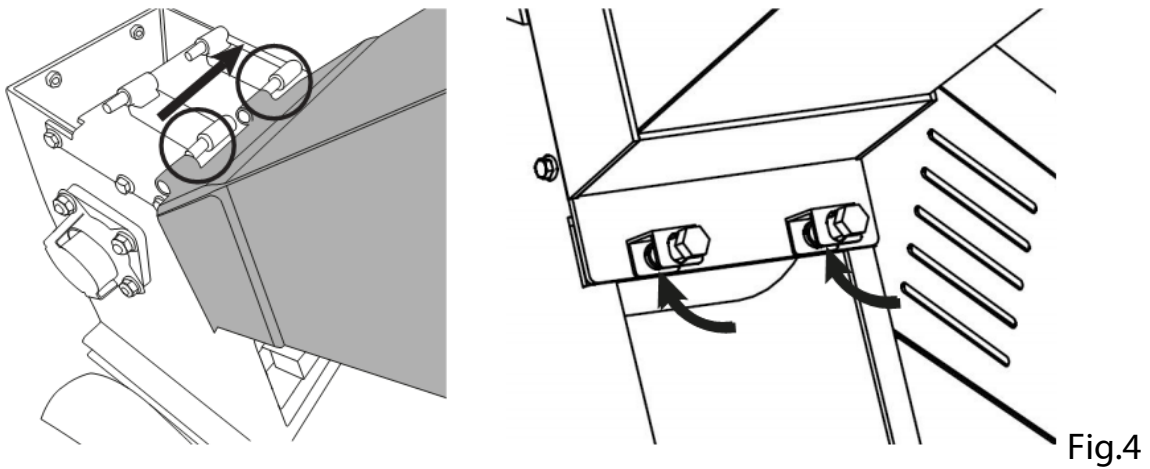

Fig.4
6.3. Montare il canale di entrata (Fig.4)